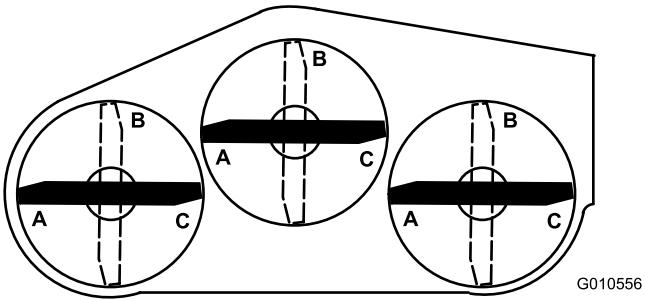
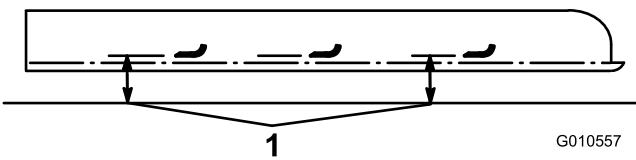

図 27
図 28
6. 全部のブレードを A 位置（図 27）にし、水平な床面から各ブレードの刃先までの高さを測定する（図 28）。
7. 各ブレードを B 位置 (図 27) まで回転させ、同様にして各ブレードから床面までの高さを測定する (図 28)。
8. 各ブレードを C 位置まで回転させ、同様にして各ブレードから床面までの高さを測定する (図 27 と 図 28)。